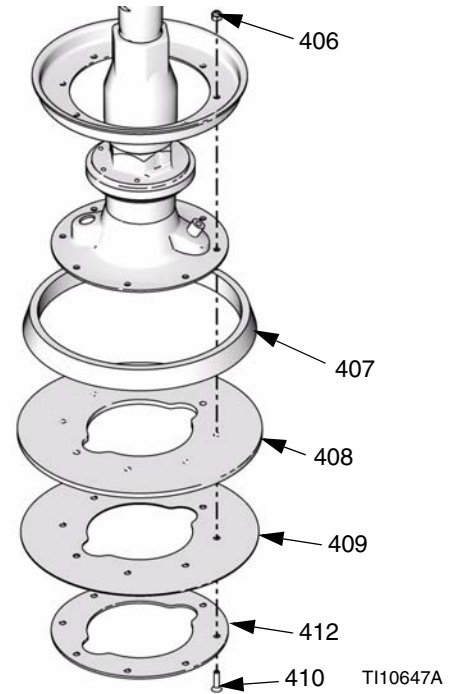
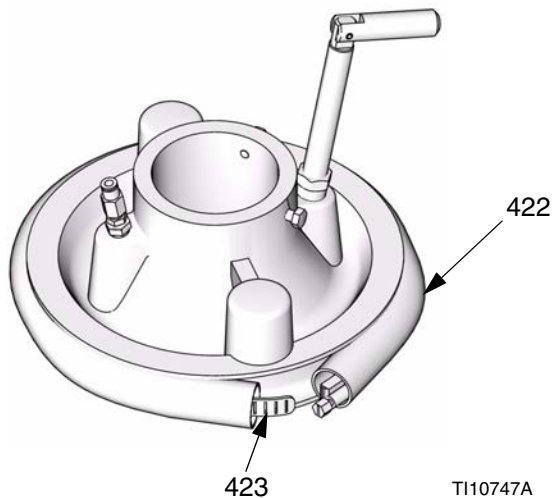

FIG. 14
FIG. 16
1. Para los rascadores planos, ver la FIG. 14:
- a. Extraiga los tornillos (410), tuercas (406) y la mordaza de retención (412).
- b. Separe el rascador (408), la placa rascadora (409) y el separador (407).
- a. Fije el rascador (408), la placa rascadora (409), el separador (407) y la mordaza de retención (412) con tornillos (410) y tuercas (406).
- b. No sobreapriete los tornillos (410) para no deformar la placa rascadora (409).
2. Para el rascadores de banda, sólo 255659, ver la FIG. 16:
- a. Enrosque el engranaje sinfín (423) a través del nuevo rascador (422).
- b. Inserte el extremo de la cinta a través de la mordaza (423) y apriete.
- c. Utilice un mazo de goma para apisonar el rascador (422) alrededor de la placa (414) hasta que los extremos del rascador estén bien embutidos entre ellos.
- d. Aplique lubricante al rascador (422). Use un lubricante compatible con el producto que se va a bombear. Consulte al proveedor del material.